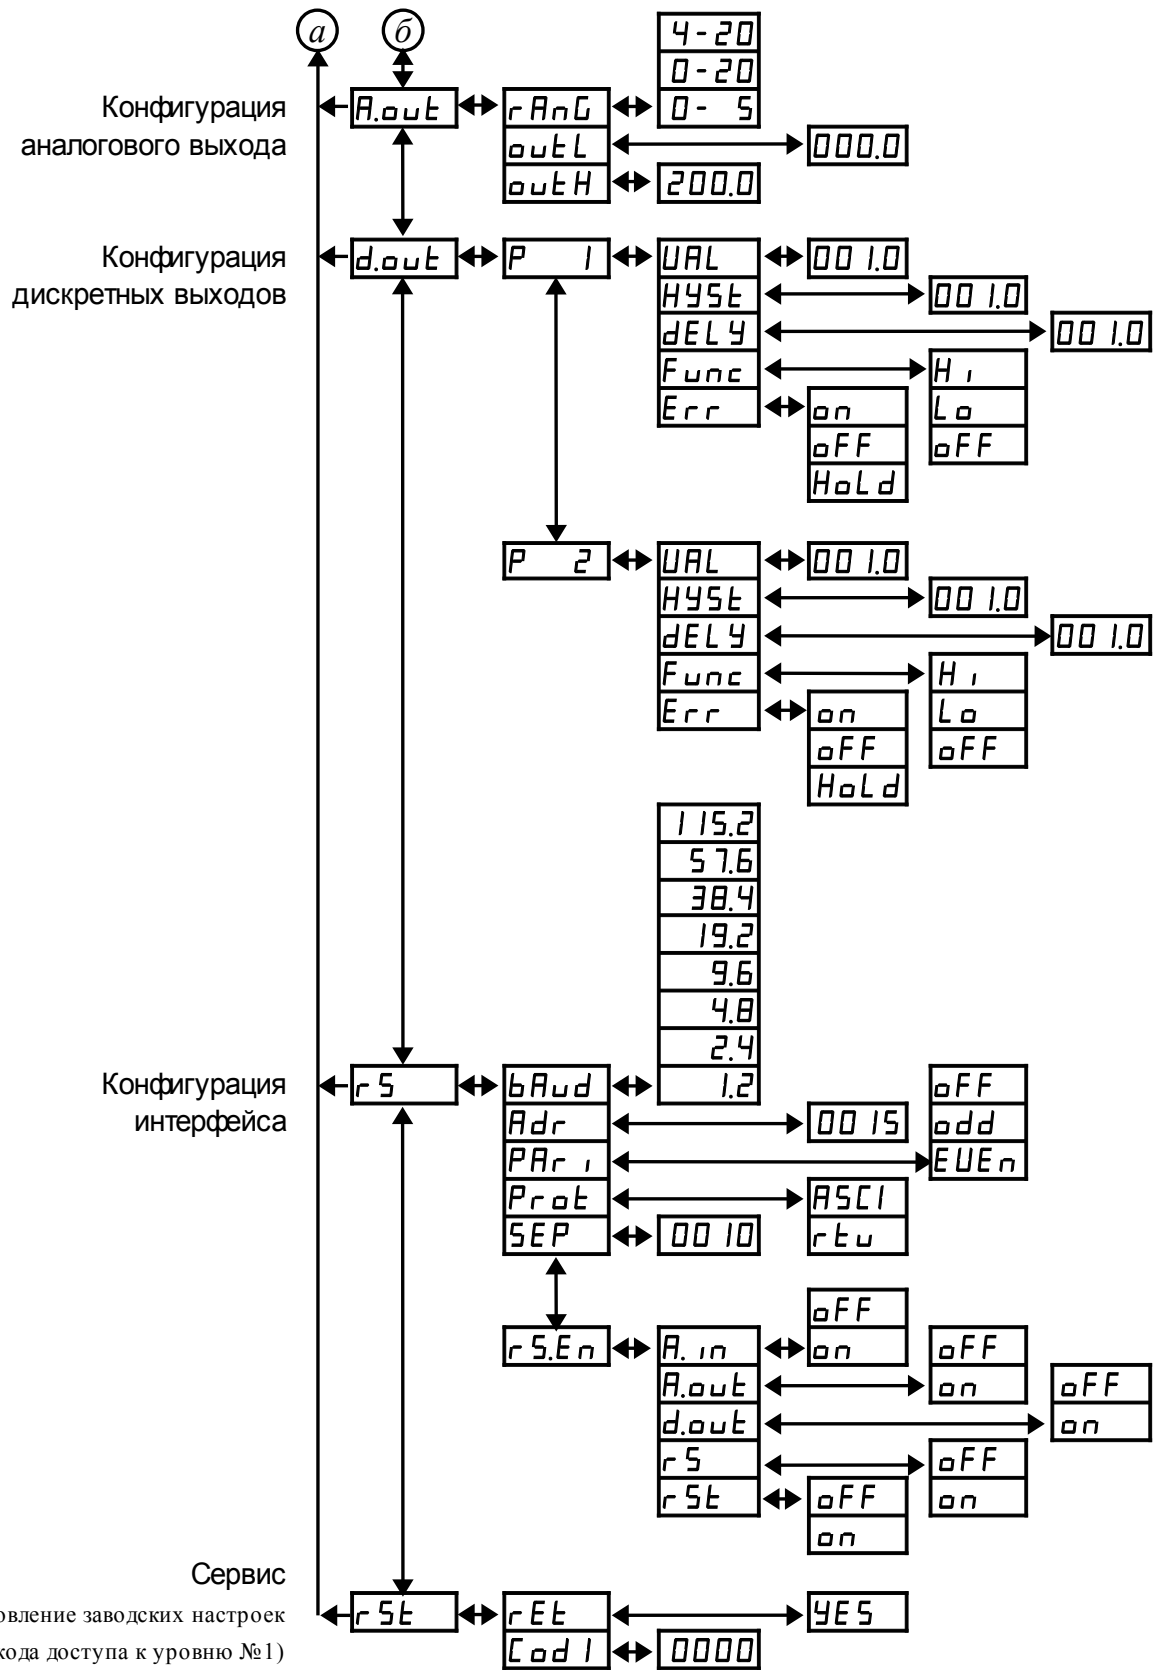

Рисунок 3.1 - Уровень №2 режима «Настройка» (конфигурирование)
3.1 **Вход в уровень №2** осуществляется из режима «Измерение» одновременным нажатием кнопок  и  (Рисунок 3.1).